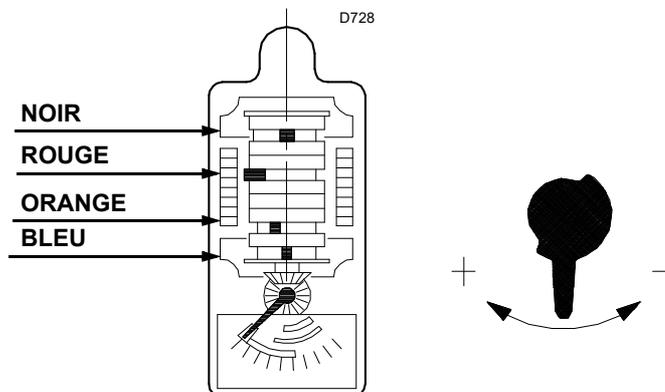

Fig. 30
- S'il faut diminuer ce débit, réduire légèrement l'angle du levier orange (Fig. 30 à la page 28) par de petits déplacements successifs, c'est-à-dire en passant de l'angle de 15° à 13°, puis à 11°, et ainsi de suite.
Le servomoteur (Fig. 30) règle le volet d'air.